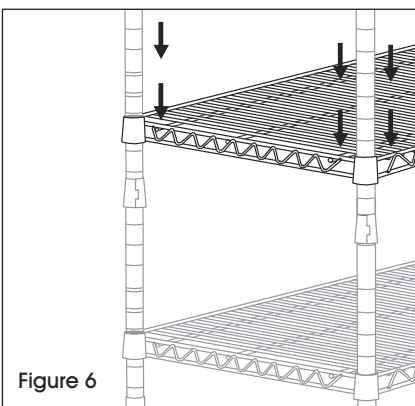

Figure 6
4. For H-9906 and H-9907 units, count 11-12 whole post spacing slots up from previously placed shelf. Snap on shelf supports, then add and secure shelf. (See Figure 6)
5. For H-9908 unit, count 15-16 whole post spacing slots up from previously placed shelf. Snap on shelf supports, then add and secure shelf. (See Figure 6)
4. Pour les unités H-9906 et H-9907, à partir de la tablette précédemment fixée en place, comptez sur le montant 11 ou 12 intervalles d'espacement complets vers le haut. Attachez les supports de tablette aux montants, puis ajoutez une tablette et fixez-la en place. (Voir Figure 6)
5. Pour l'unité H-9908, à partir de la tablette précédemment fixée en place, comptez 15 ou 16 intervalles d'espacement complets vers le haut. Attachez les supports de tablette, puis ajoutez une tablette et fixez-la en place. (Voir Figure 6)